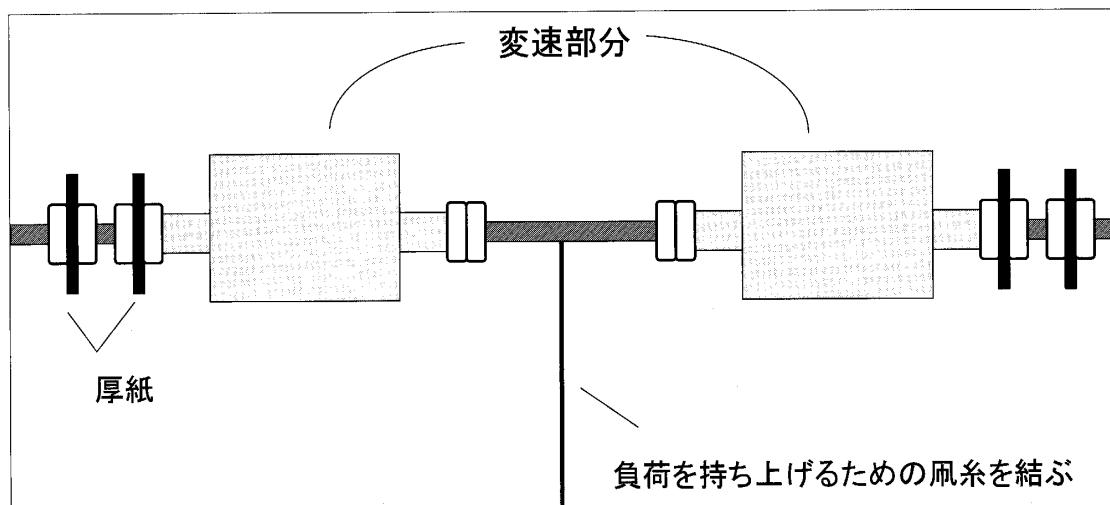

図13. 変速軸の作製
- ① まず変速部分を作る。準備した4等分に切った棒1本の周りに、6等分した棒を接着剤で付けていく。大きい変速部分には6等分した棒を18個使い、小さい変速部分には6本使う。それぞれ2つずつ作る。
- ② 図13のようにして変速軸を作る。